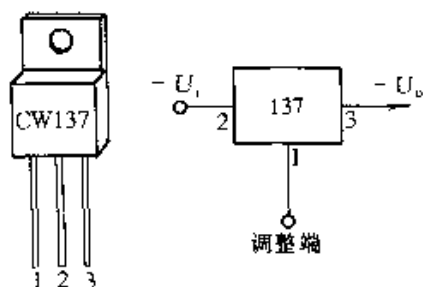

图 2-319
CW137 为三端可调负输出集成稳压器, 输出电压可调范围为 $-1.2 \sim -37\text{V}$, 输出电流可达 1.5A 。图 2-319 所示为 CW137 外形及电路符号, 其①脚为调整端, ②脚为输入端, ③